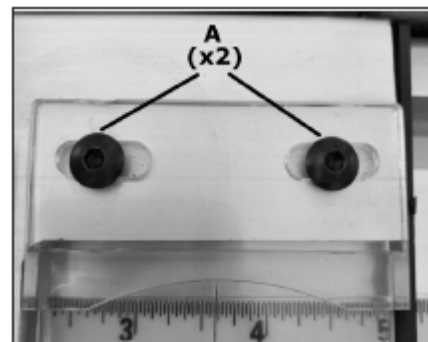

Рис. 36
4. Измерить рулеткой ширину только что отпиленной заготовки. Ширина заготовки должна составлять 300 мм. В противном случае отрегулировать окно индикатора, ослабляя два винта (рис. 36, А), переместив окно и вновь затянув винты так, чтобы индикация соответствовала ширине заготовки.